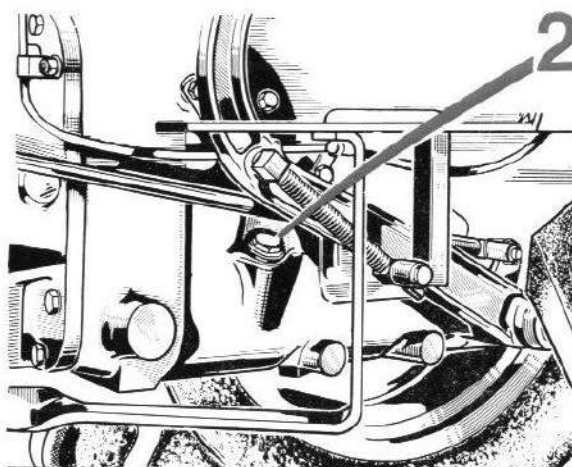

FIG. 49
- Faire le plein de la boîte de vitesses à l'aide d'environ 29 litres d'huile MOBIL DELVAC 20 W/40 jusqu'au repère inférieur de la jauge (voir opération 20 fig. 49).